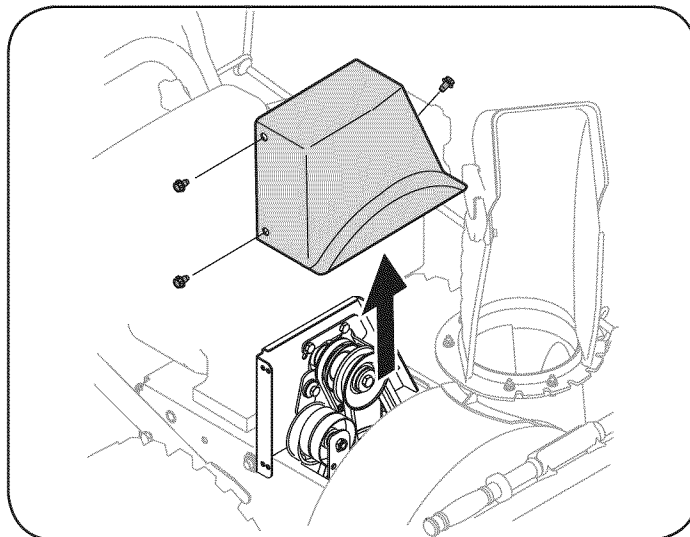

Figura 29
3. Retire la cinta de cubierta de plástico, que se encuentra cerca del motor, sacando los tornillos autorroscantes que asegurarlos. Vea la Figura 29.